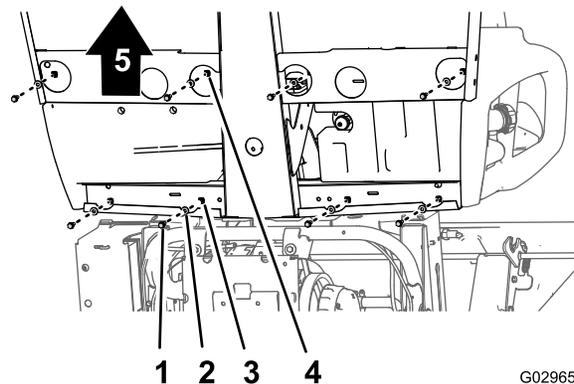
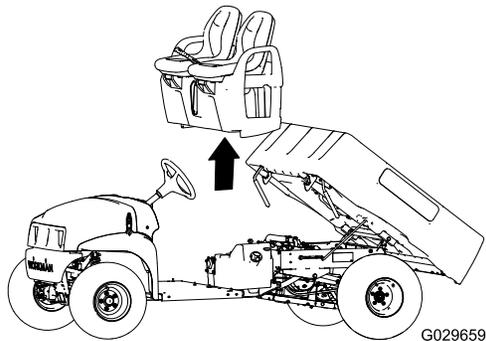

図 45
図 46
1. 車両の下側で、座席ベースをフロアプレートと後キャブチャンネル材に固定しているフランジヘッドボルト8本とワッシャ8枚を外す 図 45。
- 機体から、座席、座席ベース、駐車ブレーキケーブルを注意深く吊り上げる 図 45。
1. 座席と座席ベースを機体上に降ろしてブレーキケーブルをシャーシに沿って配置する 図 45 と 図 46。
2. 座席ベースについている穴を、フロアプレートの穴と後キャブチャネルの穴に合わせる 図 45 と 図 46。